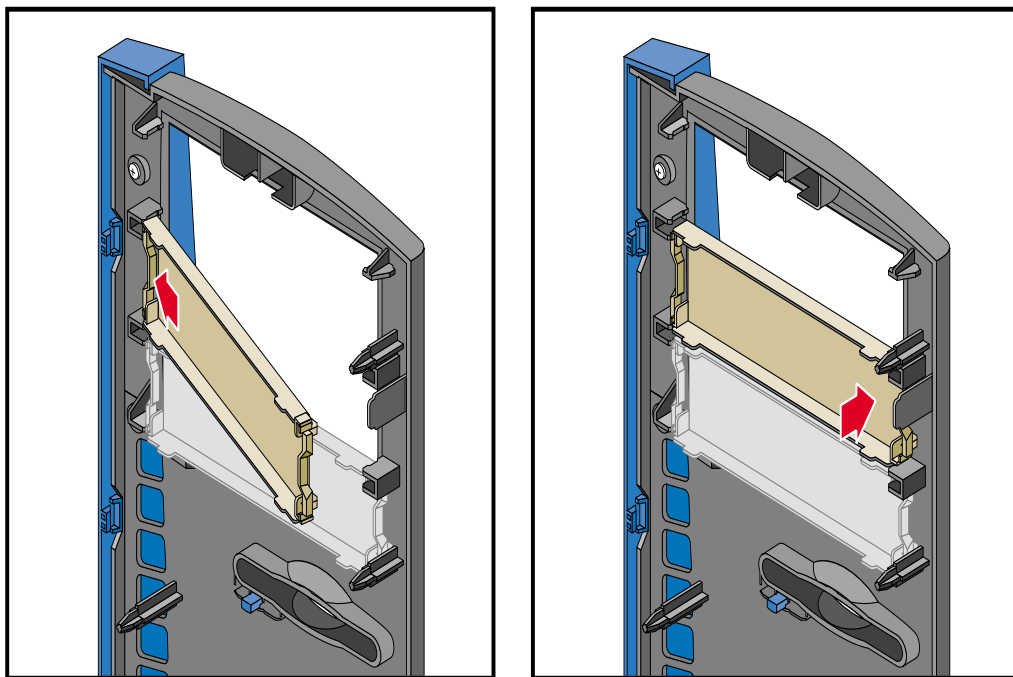

図 2-5 ベゼルブランキングプレートの取り付け
- ブランキングプレートを取り付けるには、固定ノッチにブランキングプレートの一方向を挿入してから、もう一方の端をきちんとはまるまで押し込みます。図 2-5 にその手順を図示します。